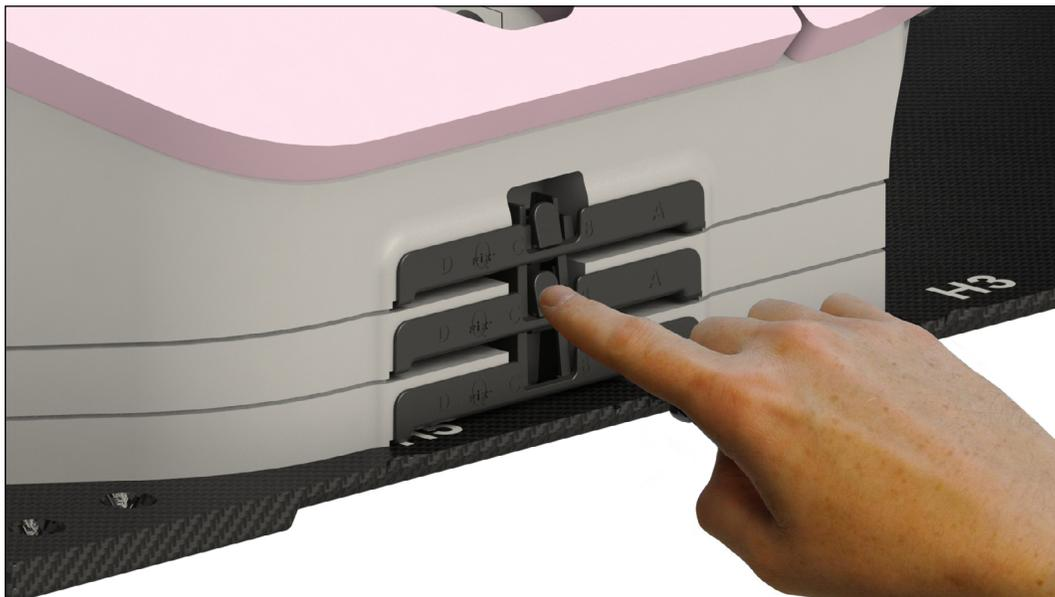

Fig. 10
4. Per diminuire l'altezza del dispositivo, rimuovere il dispositivo per mammella Access Prone G2 o Access Prone. Premere il pulsante di rilascio su entrambi i lati della piastra di allineamento. (Fig. 10)